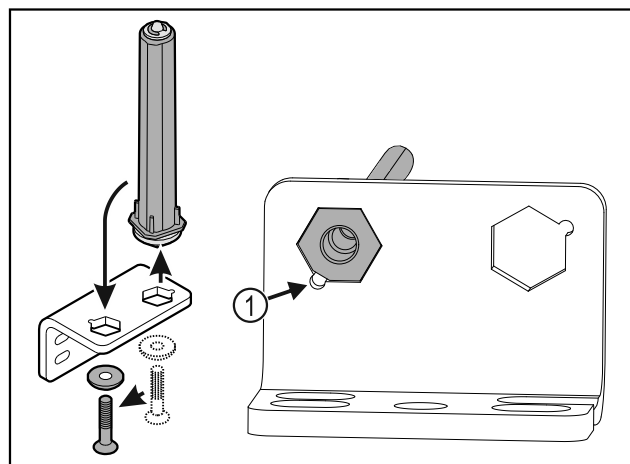

Fig. 38
- ▶ Βεβαιωθείτε ότι κατά την τοποθέτηση η λοξοτομή του πείρου είναι στραμμένη Fig. 38 (1) προς τη στρογγυλή οπή.